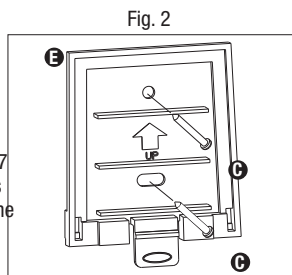

Fig. 2
2. En utilisant les vis de montage du luminaire (C) fournies, installez le support de montage encastrable (E) sur une surface solide entre 2,4 et 3,7 m (6-8 pi) au-dessus du sol en plaçant les vis sur les trous au centre du support. Assurez-vous que la flèche sur le support pointe vers le haut (Fig. 2).